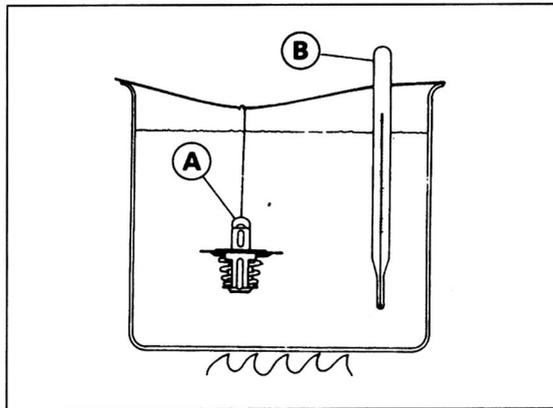

Bild 150
- Verbogene Kühlrippen vorsichtig mit kleinem Schraubendreher geradebiegen (Bild 150).